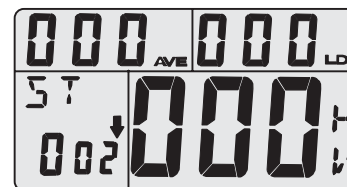

图 5.6
(5) 选择好测试方向后，按 SET 键确认并保存以上各步所设参数。HT-1000A 将删除之前所有测试结果，HT-2000A 将储存最后的测试结果，并开始一组的新的测试。屏幕显示如图 5.6 所示